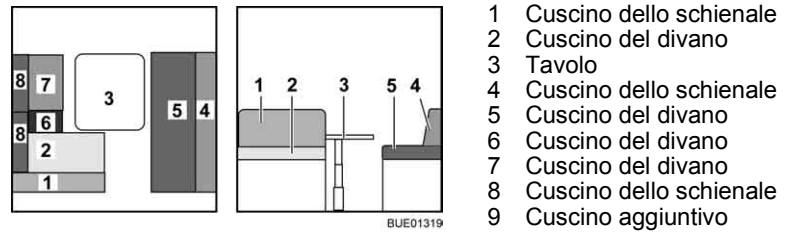

Fig. 145 Prima della trasformazione
- Trasformare il tavolo (Fig. 145,3) in struttura di supporto letto (vedi paragrafo 6.10).
- Rimuovere i cuscini dello schienale (Fig. 145,1 e 8) e riporli.